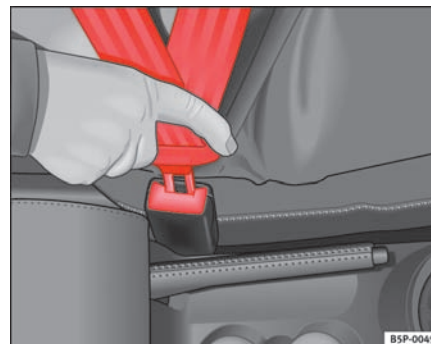

Fig. 11 Sikkerhedsselens seletås og låsetap
- Stik låsetappen ind i den selelås, der hører til den pågældende siddeplads. Du skal kunne høre, at den går i hak ⇒ side 23, fig. 11.